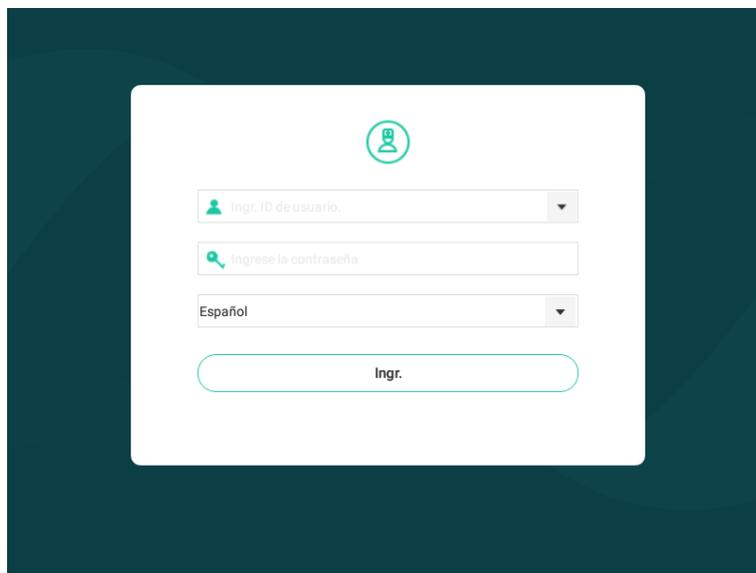

Imagen 6-1 Ingreso
1. Presione el botón de **encendido/apagado** debajo de la pantalla táctil para encender el analizador. Después de la inicialización, el sistema mostrará la pantalla de ingreso, como se muestra en la Imagen 6-1.